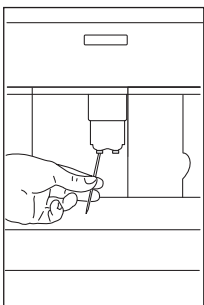

Abb.34
- ▶ Überprüfen Sie regelmäßig, ob die Öffnungen am Kaffeeauslauf verstopft sind. Entfernen Sie etwaige Kaffeerückstände mit einem Zahnstocher (Abb. 34).